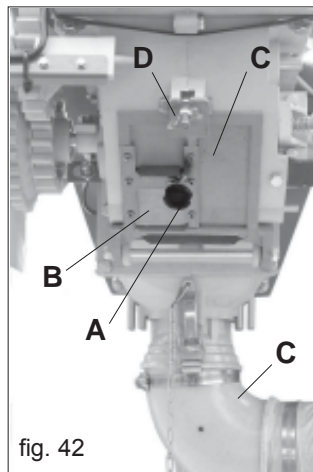
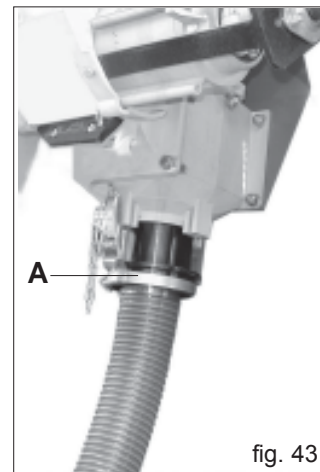

fig. 42
fig. 43
- apporre un sacco od un contenitore sotto la porta di scarico dell'apparecchio dosatore, quindi svitare il pomello (A Fig. 42) per scaricare dalla porticina (B) il contenuto della tramoggia. Infine aprire la porta di scarico (C Fig. 42) svitando il dado ad alette (D Fig. 42) per svuotare il rimanente contenuto del solo dosatore;
- Togliere la curva (C Fig. 42) posta sotto il canale dell'iniettore, innestare nella medesima posizione il tubo di raccolta fornito in dotazione (A Fig. 43) ed al capo opposto del tubo posizionare un contenitore di raccolta, girare la ruota di trasmissione nel senso di marcia servendosi della manovella.